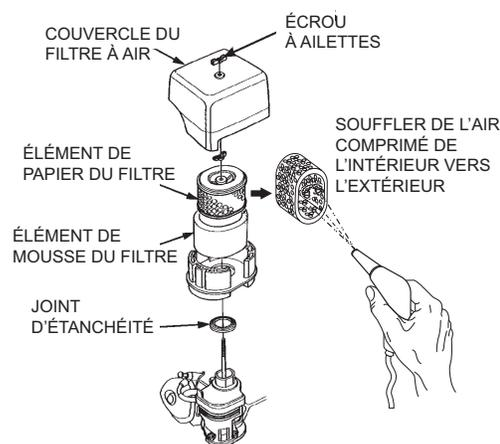

Figure 17. Filtre à air
Les moteurs Honda GX160U1SM12 et GX160U1SMX4 sont équipés d'un élément de filtre à air de papier à haute densité remplaçable. Voir (Figure 17) pour les composants du filtre à air.
2. Pour nettoyer ou remplacer le filtre à air, desserrer l'écrou à ailettes sur le boîtier du filtre à air (Figure 17), retirer le couvercle et la cartouche du filtre à air. Si seul le nettoyage du filtre à air est requis, utiliser le jet d'air de l'intérieur vers l'extérieur en déplaçant le jet d'air comprimé sec de haut en bas jusqu'à ce que toute la poussière soit éliminée.